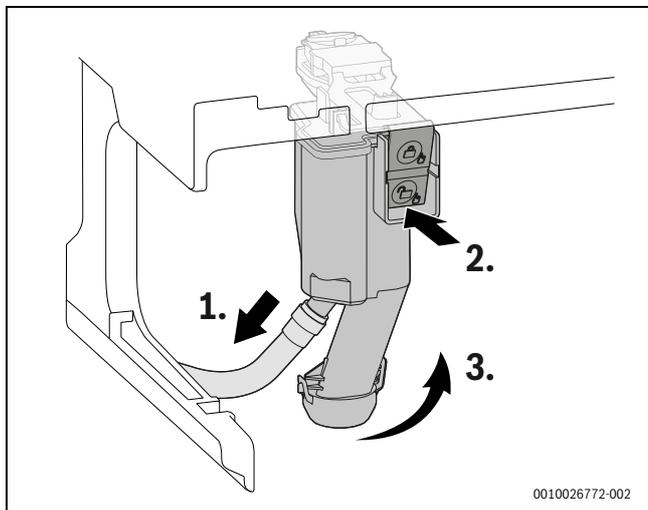

Fig. 130 Démontez le siphon des condensats
- ▶ Retirer le siphon de condensats de l'appareil (→ Figure 130, Page 66).